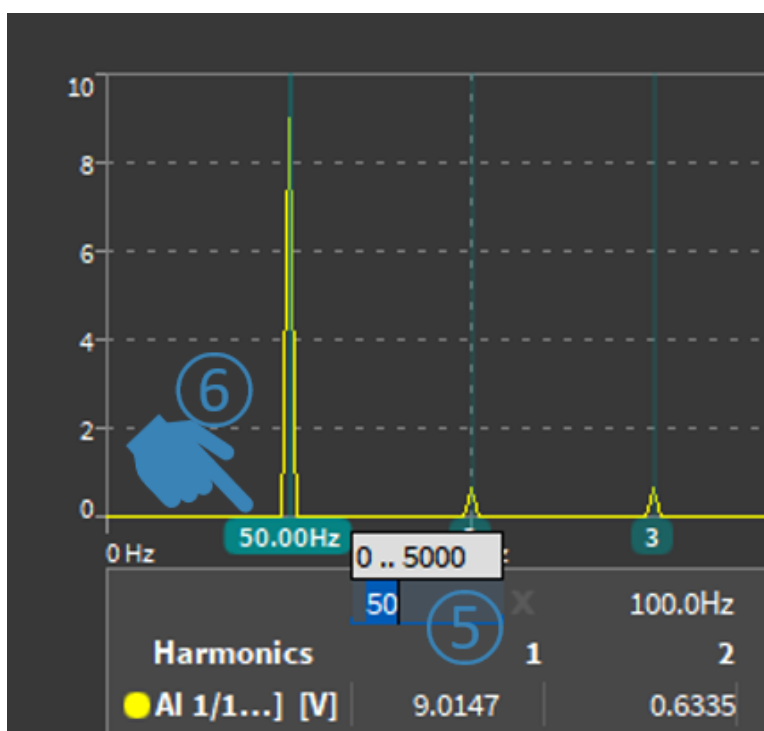

Abb. 8.51: Änderung der Cursorposition der ersten Harmonischen
Die Position aller Cursor kann geändert werden, indem eine neue Frequenz für die erste Harmonische eingetragen wird (siehe ⑤ in Abb. 8.51). Es ist zudem möglich, den ersten Harmonischen Cursor mit der Maus zu verschieben (siehe ⑥ in Abb. 8.51). In beiden Fällen werden die Positionen der übrigen Cursor automatisch angepasst.